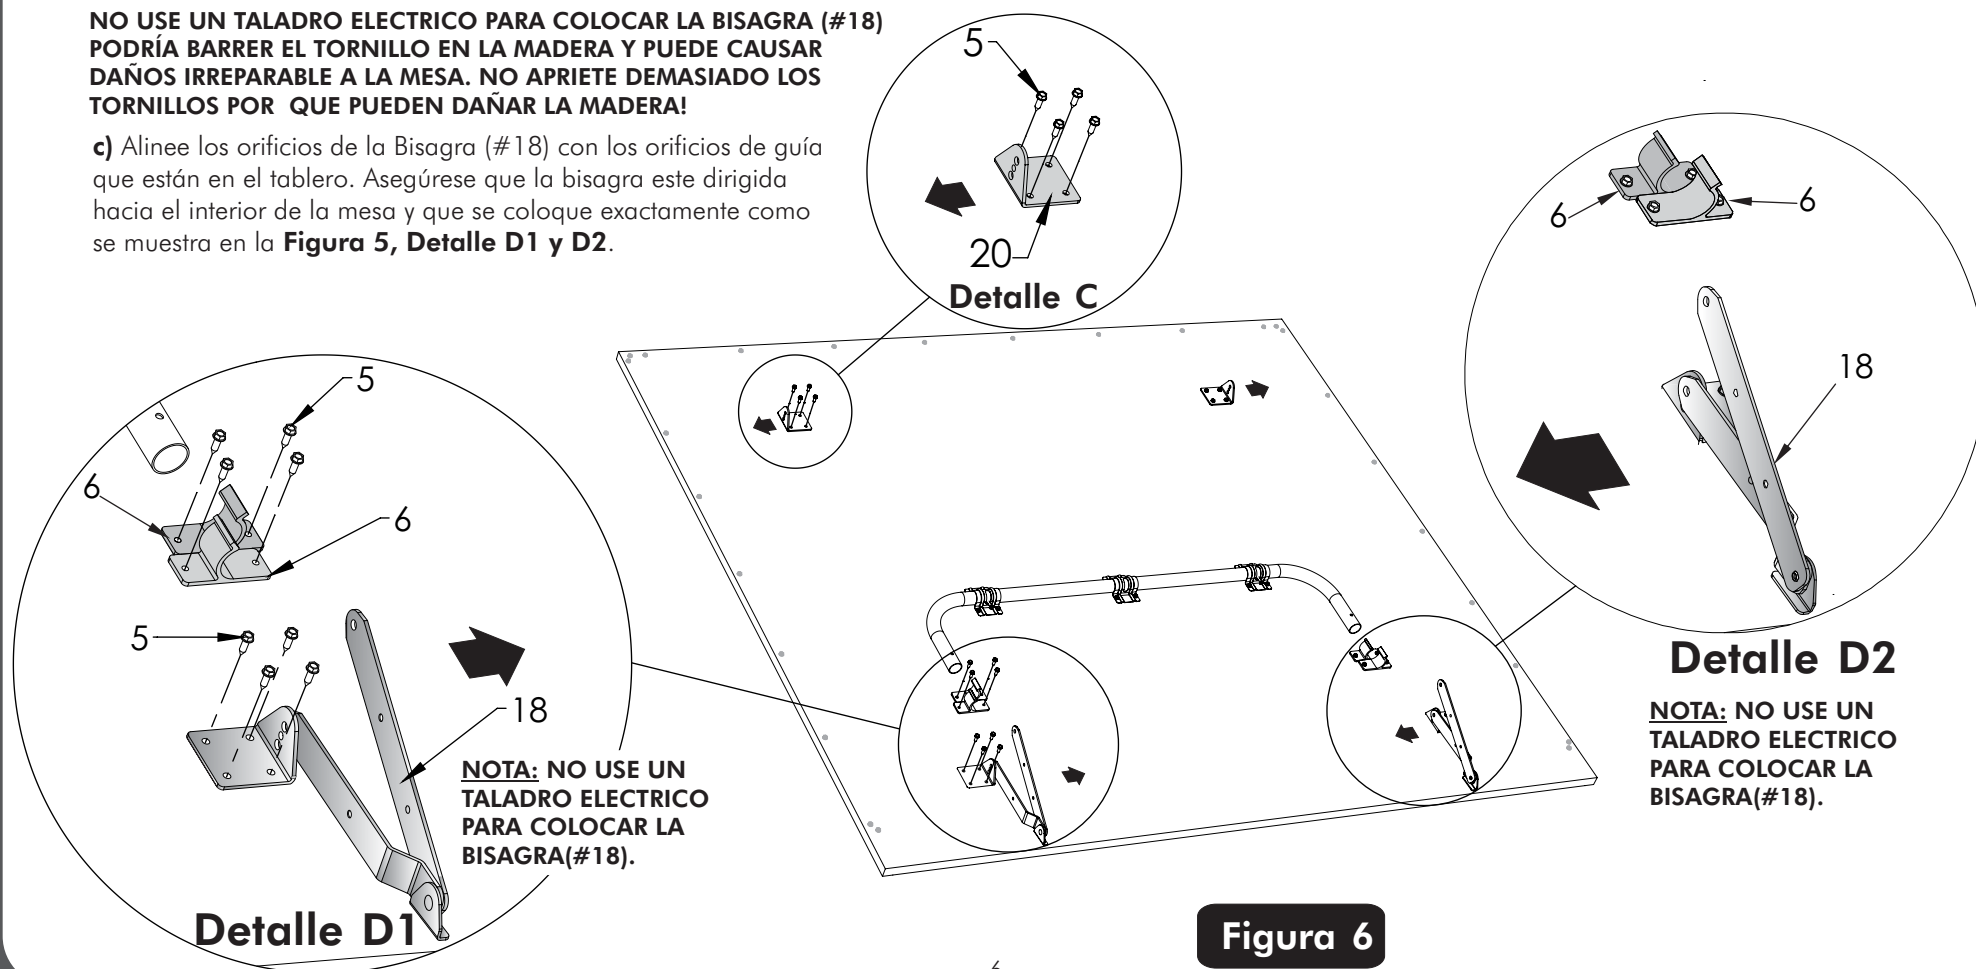

Figura 6
10. Ensamble las partes a la base del tablero con los Tornillos (#5) como se muestra en la **Figura 6, Detalle C, Detalle D1 y D2.**